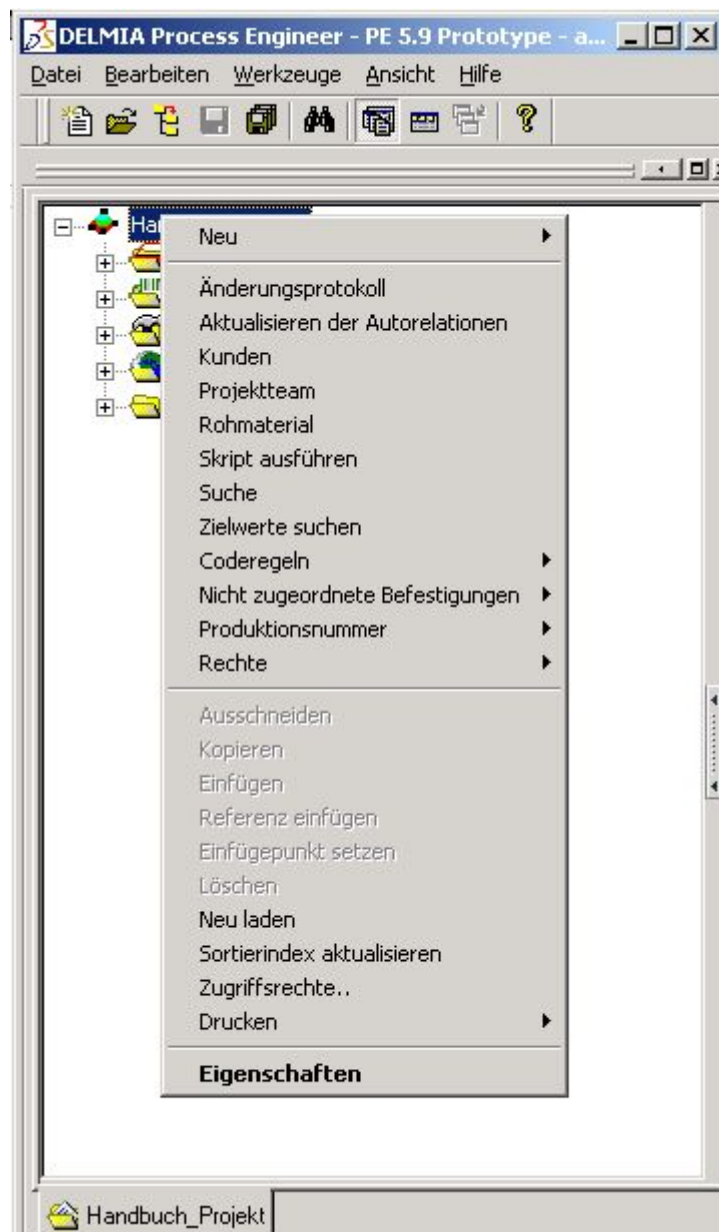

Abbildung 61: Kontextmenü über die rechte Maustaste öffnen
- Drücken Sie danach die rechte Maustaste. Das Kontextmenü (siehe auch: Abbildung 61) wird geöffnet. Die zur Verfügung gestellten Funktionen im Kontextmenü aktivieren Sie, indem Sie mit der linken Maustaste auf eine der angebotenen Funktionen klicken.
Ein Eigenschaftsdialog steht Ihnen auf fast allen Hierarchieebenen der Projektstruktur zur Verfügung. Ein Eigenschaftsdialog erhalten Sie über das Kontextmenü (siehe auch: Abbildung 61) der selektierten Ebene. An einem Beispiel soll Ihnen der Einsatz von einem Eigenschaftsdialog verdeutlicht werden.